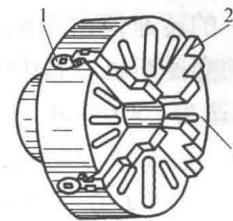

图 1-4 单动卡盘
(1) 四箱 主轴箱1，交换齿轮箱45，进给箱40，溜板箱26。
(2) 三杠 丝杠32，光杠33，操纵杠34。
(3) 卡盘 自定心卡盘6（图1-3），单动卡盘（图1-4）。